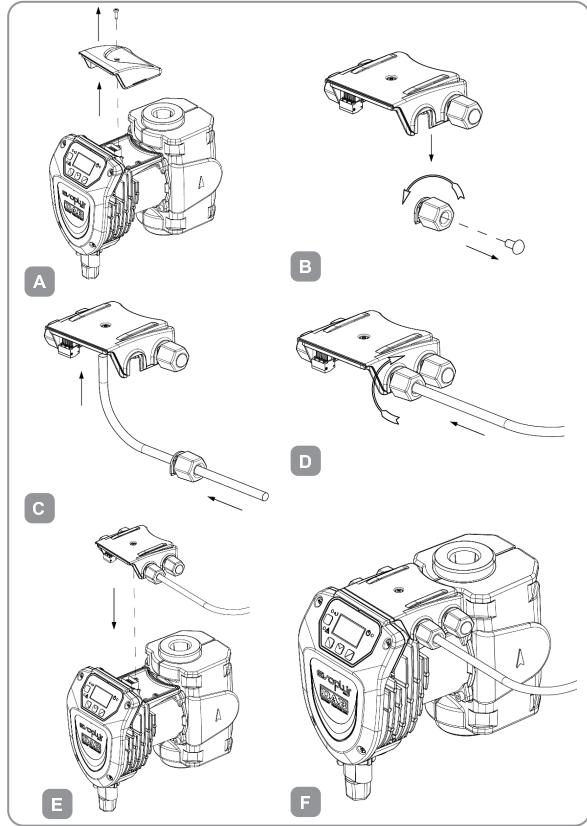

Figura 1
Pentru a instala modulul de expansiune urmați instrucțiunile de la Figura 1 Procedura de instalare a modulului de expansiune:
- Indepărtați acoperirea standardă de pe EVOPLUS SMALL. Figura 1: [A]
- Utilizați una sau mai multe cleme de cabluri pentru a efectua conexiuni electrice la modulul de expansiune. Figura 1: (B) – (C) – (D)
- Poziționați modulul de expansiune în locul acoperirii standard și inchideți din nou. Figura 1: (E) – (F)